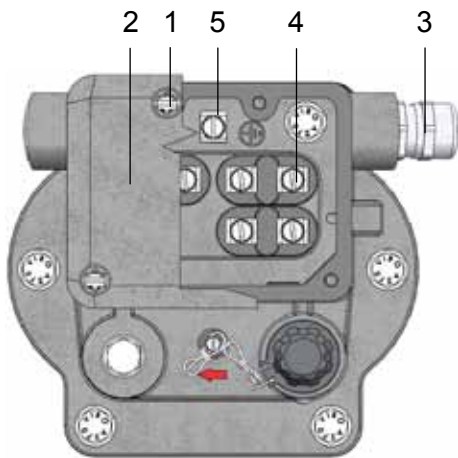

Figure 5 - Branchement électrique
- Desserrer les 4 vis M5 (Fig. 5/ n° 1)
- Retirer le couvercle (Fig. 5/ n° 2)
- Introduire le câble par le passe-câble à vis (Fig. 5/ n° 3)
- Raccorder le câble aux bornes à tige (Fig. 5/ n° 4) (couple de serrage maximal 3 Nm)
Raccorder le conducteur de protection (isolement vert-jaune) à la borne de mise à la terre (Fig. 5/ n° 5) (couple de serrage maximal 3 Nm)